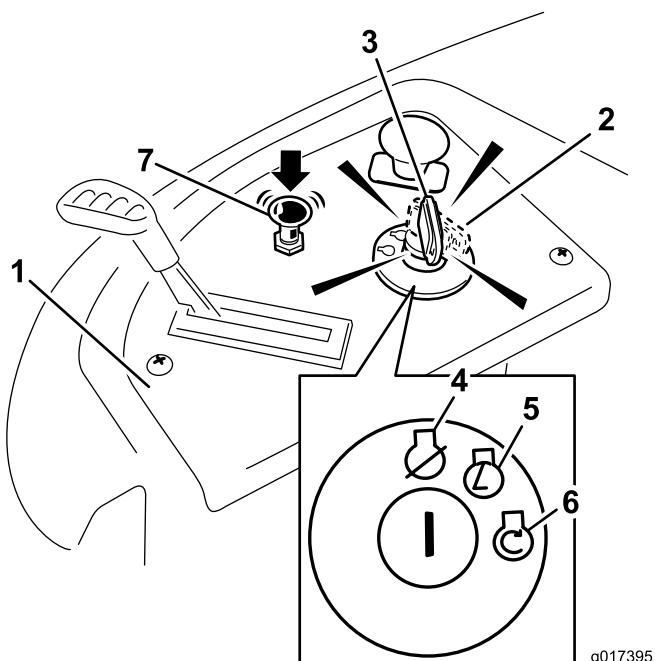

Figura 13
4. Gire la llave de contacto a Arranque para activar el motor de arranque. Cuando el motor arranque, suelte la llave (Figura 13).
5. Cuando el motor haya arrancado, empuje el control del estárter hacia abajo (Figura 13). Si el motor se cala o funciona irregularmente, tire hacia arriba del control del estárter y deje funcionar el motor durante unos segundos. Luego empuje el control del estárter hacia abajo. Repita este procedimiento tantas veces como sea necesario.
3. Gire la llave de contacto a la posición de Desconectado (Figura 13) y retire la llave.